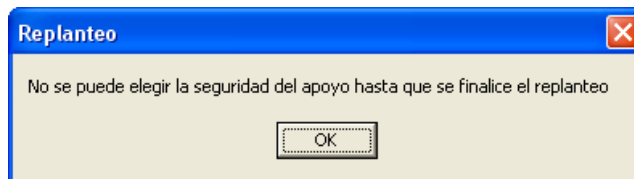

Figura 11.27.
- Figura 11.27: No necesita comentario.